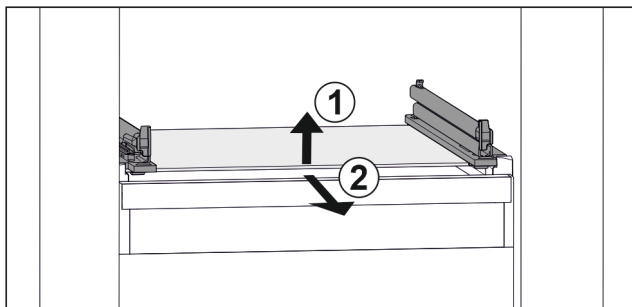

Fig. 27 Příklad znázornění skleněné desky
- ▶ Nadzvedněte skleněnou desku vpředu. Fig. 27 (1)
- ▶ Vyjměte skleněnou desku dopředu. Fig. 27 (2)